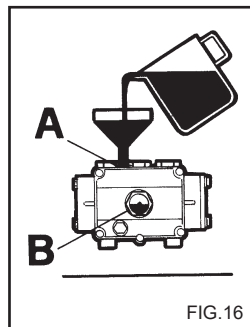

FIG. 16
4) Atarraxe a tampa de descarga e introduza o óleo pelo orifício superior (fig. 16) até que alcance o nível indicado no visor (fig. 16B).